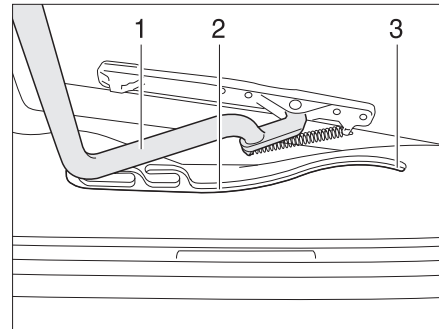

Bild 47 Heki-taklucka, spår
- Dra in bygel (Bild 47,1) i spåret (Bild 47,2) till den bakersta positionen (Bild 47,3).
- Tryck bygel (Bild 47,1) lätt uppåt med båda händerna.
- Drag bygel till önskad position i spåret (Bild 47,2).